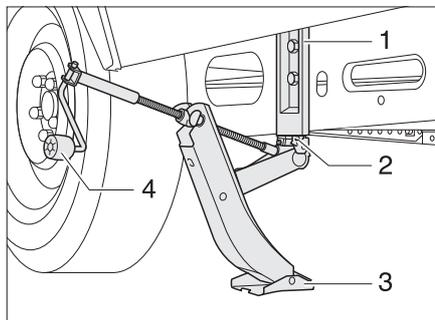

Fig. 188 Cric AL-KO
- Insérer le profilé d'insertion (Fig. 188,2) du cric AL-KO jusqu'à la butée dans la poche de réception (Fig. 188,1).
- Maintenir le cric AL-KO d'une main et de l'autre main tourner la manivelle (Fig. 188,4) dans le sens des aiguilles d'une montre jusqu'à ce que la plaque d'assise (Fig. 188,3) soit en contact avec le sol et à l'horizontale.